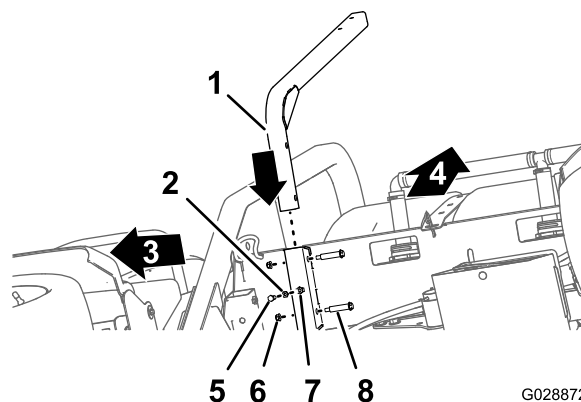

Figura 35
1. Alinhe o tubo de apoio para o depósito de água limpa com canal de suporte do depósito (Figura 35).
2. Alinhe os orifícios do tubo de apoio com os orifícios no canal (Figura 35).
3. Prenda o tubo ao canal (Figura 35) com os 2 parafusos com olhal e 2 porcas de bloqueio ( $\frac{3}{8}$  pol.).
4. Enrosque a porca ( $\frac{3}{8}$  pol.) no parafuso ( $\frac{3}{8}$  pol. x 1 pol.); consulte Figura 35.
5. Enrosque o parafuso e a porca na porca soldada na parte inferior do canal de suporte do depósito e aperte o parafuso e a porca (Figura 35).